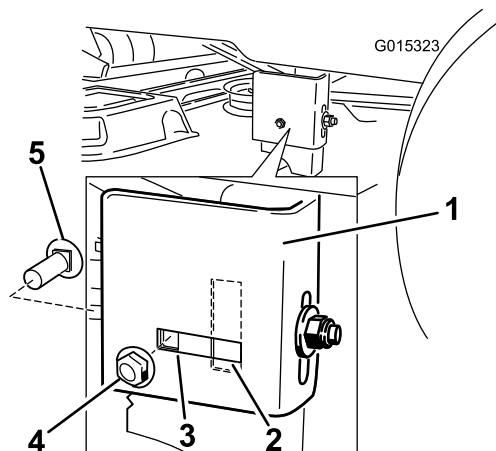

Figure 50
7. Passez au côté gauche de la machine. Vérifiez si le boulon de carrosserie latéral se trouve dans l'emplacement fixe ou allongé (Figure 50).